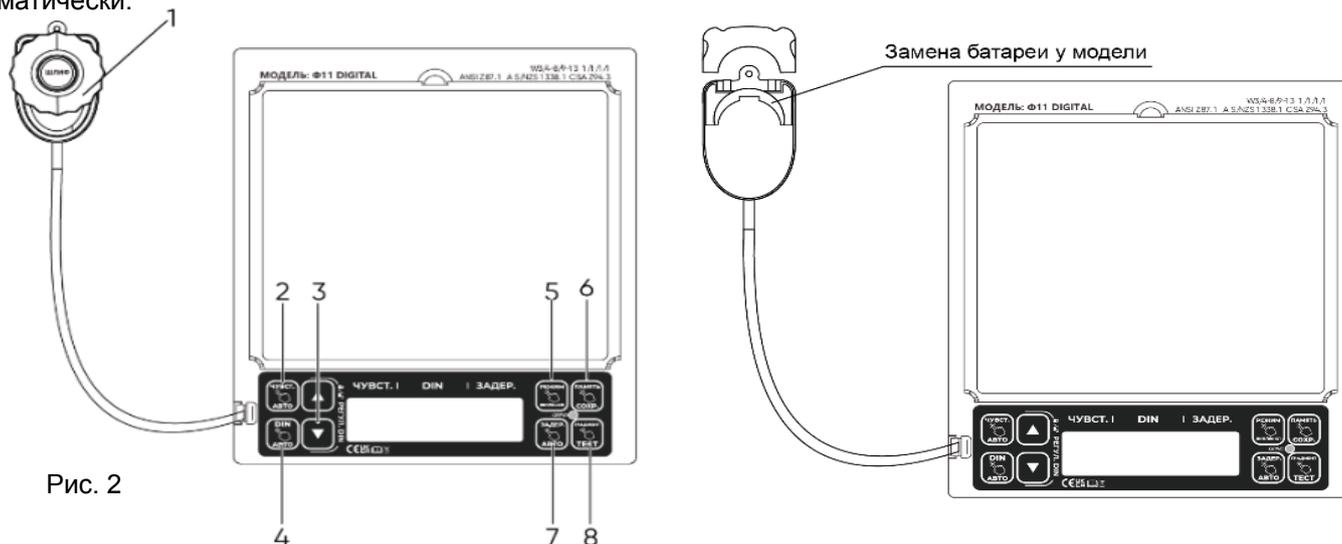

Рис. 2
Нажмите на кнопку DIN (4) (см. Рис.2) и кнопки регулировки (3) (см. Рис.2) для выбора уровня затемнения в соответствии с рекомендациями в таблице п.2. Автоматический режим выбора уровня затемнения «Авто» активируется продолжительным нажатием кнопки DIN (4) (см. Рис.2), уровень может быть откорректирован вручную в диапазоне -2DIN...+2DIN. Одновременное зажатие обеих кнопок регулировки (3) (см. Рис.2) активирует функцию DIN Lock. Светофильтр затемнится в выбранном режиме и не будет просветляться. Значение DIN отобразится на экране и может быть изменено.
Отрегулируйте задержку вручную при помощи кнопки Задержка (7) (см. Рис.2) или выберите автоматический режим «Авто», который активируется продолжительным нажатием кнопки (7) (см. Рис.2). Светофильтр будет самостоятельно регулировать задержку с отклонением ± 0.9 сек.
Нажмите кнопку Чувствительность (2) (см. Рис.2) и кнопки регулировки (3) (см. Рис.2) для выбора уровня чувствительности (0-9). Рекомендации: уровень 0: Только при определенных условиях окружающего освещения, чтобы избежать нежелательного срабатывания; уровень 8: Для большинства применений, но особенно для сварочных работ на слабом токе; уровень 9: Для специальной сварки, требующей повышенной чувствительности. Автоматический режим выбора чувствительности активируется продолжительным нажатием кнопки (2) (см. Рис.2), уровень чувствительности будет выбираться в зависимости от условий окружающей среды или параметров сварки.
Нажмите кнопку Режим (5) (см. Рис.2) для выбора режима: сварка в диапазоне затемнения 9-13 DIN / сварка в диапазоне затемнения 4-8 DIN / резка. Продолжительное нажатие кнопки Режим (5) (см. Рис.2) включает или выключает светофильтр.
Эта функция используется для зачистки сварного шва после окончания сварочного процесса. Удерживайте нажатой внешнюю кнопку Шлифовки (1) (см. Рис.2) на корпусе шлема. С её помощью можно быстро переключиться в режим шлифовки/сварки.
Нажмите кнопку (8) (см. Рис.2) для активации плавного просветления маски. Функция «Градиент» значительно снижает нагрузку на глаза при проведении сварочных работ.
Нажатие кнопки Память (6) (см. Рис.2) в течение 1 сек запускает процесс записи настроек светофильтра в нужную ячейку памяти. Кратковременное нажатие кнопки Память (6) (см. Рис.2) запускает процесс извлечения из памяти настроек светофильтра.